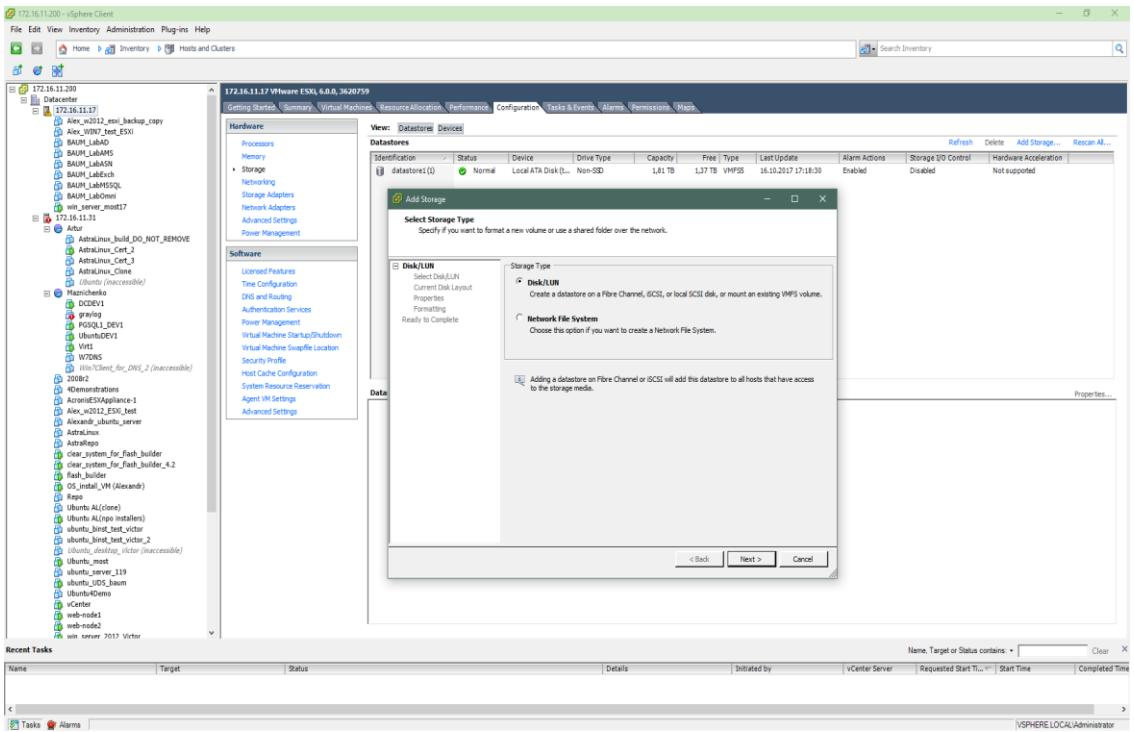

Рисунок 120. Добавление Storage
8. Нажмите на кнопку «Add Storage» (см. Рисунок 120)